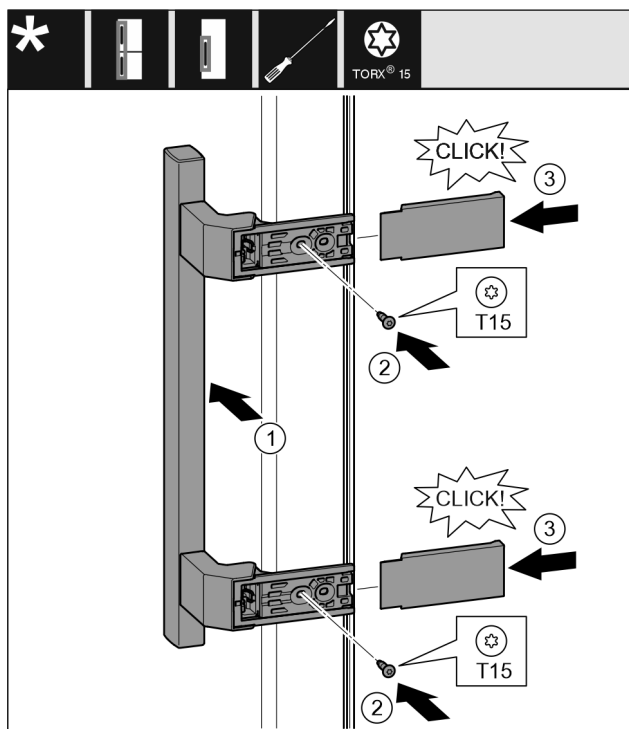

Fig. 12
- ▶ Sätt handtag på plats på motsatta sidan. Fig. 12 (1)
- ▶ Skruva fast skruvar med skruvmejsel T15. Fig. 12 (2)
- ▶ Sätt skydden på plats på sidan och skjut på dem. Fig. 12 (3)